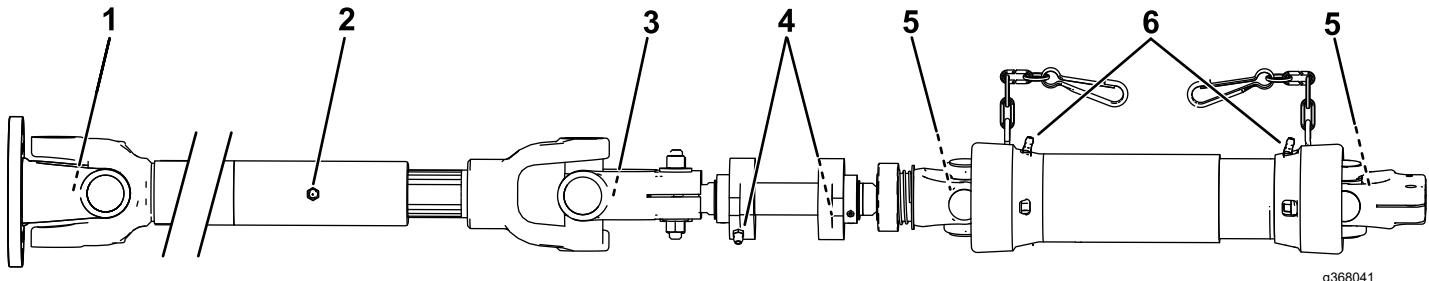

図 23
2. グリスピントは全部で9ヶ所です取り付けキットの整備デカルまたは図23を参照。